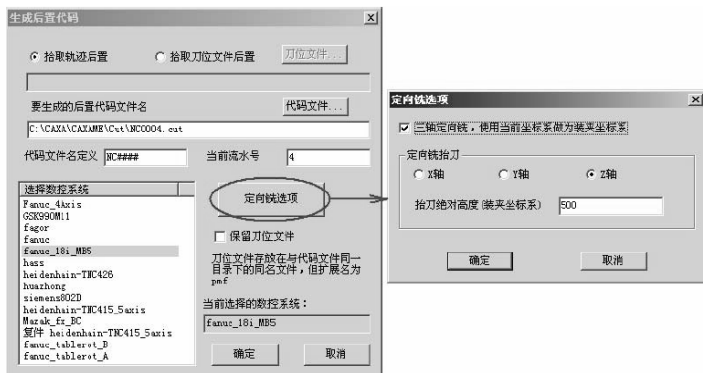

图 1-64 加工代码生成与定向铣的设置
2) 生成加工代码时，“生成后置代码”对话框中的“定向铣选项”，按图 1-64 进行设置。
3) 图 1-64 所示中“抬刀绝对高度（装夹坐标系）”中数值的设置一定要比工件的最高点还要高，以便在一个方向加工完成后切换到另一个加工方向时，即使跨越工件也不会与工件发生碰撞。